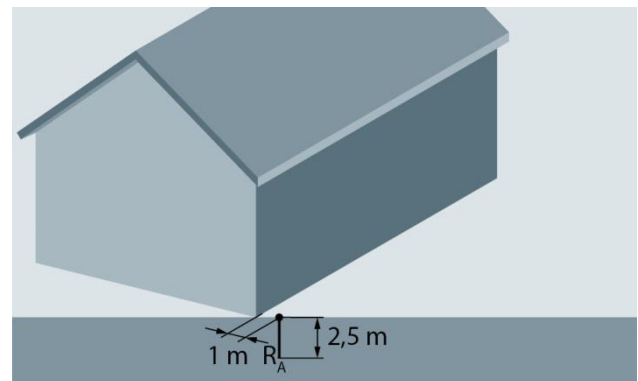

Bild 2: Mindesttiefenerderlänge für eine Antennenenerdung
**Unabhängig von den beschriebenen Erfordernissen im TT- u. TN-System ist eine nicht geschützt angeordnete terrestrische bzw. SAT-Antennenanlage immer zu erden.** Gemäß TAB darf für Antennenanlagen weder der PEN-Leiter noch der N-Leiter als Erdungsleiter für Schutz- und Funktionszwecke herangezogen werden. Die DIN VDE 0855-1:2011-06 beschreibt hierfür unter anderem einen  $16 \text{ mm}^2$  Cu-Leiter und eine Mindesterdlerlänge von 2,5 m für einen Tiefenerder (Bild 2).